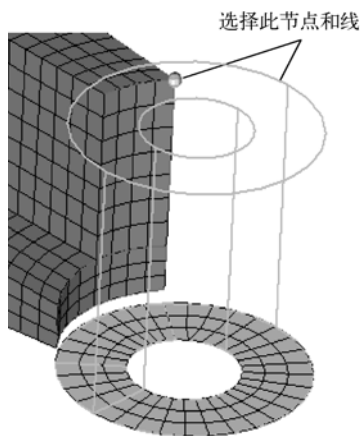

图 5-39 节点及线的位置
- (1) 从主菜单选择 Mesh > Project > Nodes 命令, 进入 project 面板。
- (2) 选择 to line 子面板。
- (3) 选择如图 5-39 所示的节点。
- (4) 选择 nodes>duplicate。复制已选中的节点, 完成此步操作后, 映射到 boss 上表面的节点不是已选中节点本身, 而是其复制点, 这样就不会影响原有单元分布。
- (5) 在 to line 栏选择 boss 上表面, 如图 5-39 所示。